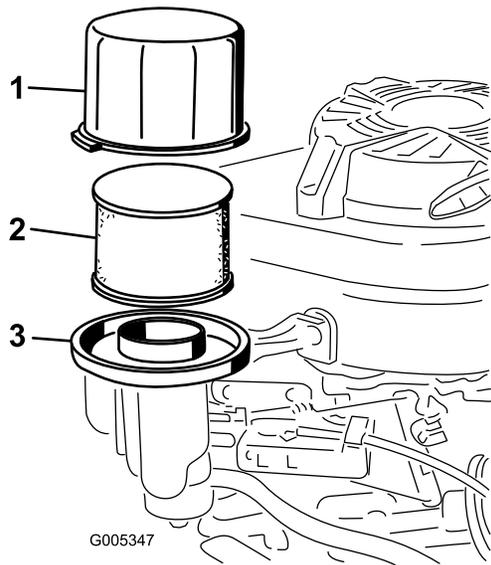

Рисунок 23
2. Снимите крышку и тщательно очистите ее (Рисунок 23).
3. Снимите поролоновый фильтр предварительной очистки и бумажный воздушный фильтр с основания воздухоочистителя (Рисунок 23).